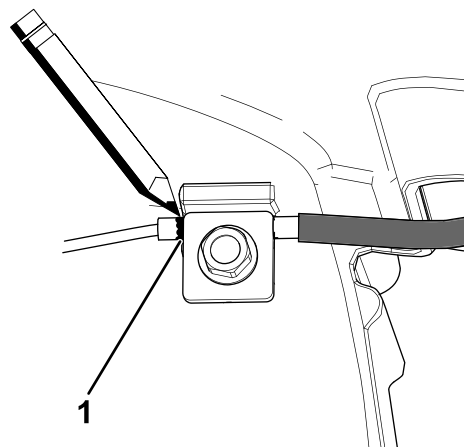
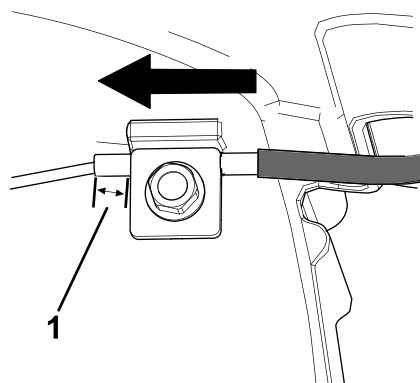

Figura 35
Figura 36
7. Contrassegnate il cavo del freno (Figura 35), poi regolate la guaina fino a quando non è presente un allentamento di circa 8 mm (Figura 36).